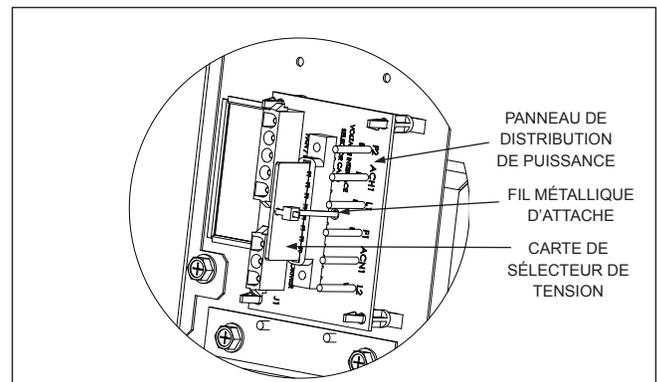

Figure 23. Panneau de distribution de puissance avec la carte de sélection de tension installée pour 240 VCA
2. Couper l'attache en plastique du câble qui retient la carte de sélection de la tension en place et la jeter. Débrancher la carte de sélection de la tension de sa prise. Voir figure 23.